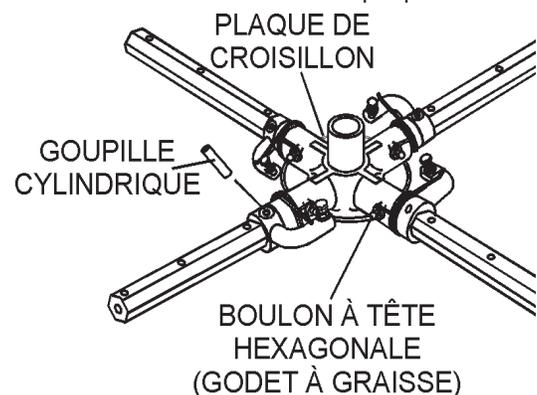

Figure 43. Retrait du goupillon cylindrique et l'embout de graissage à godet
1. Chaque bras de truelle est tenu en place à la plaque du croisillon par un boulon à tête hexagonale (embout de graissage à godet) et une goupille cylindrique. Enlevez à la fois le boulonn à tête hexagonale et la goupille cylindrique (Figure 43) du plateau du croisillon.